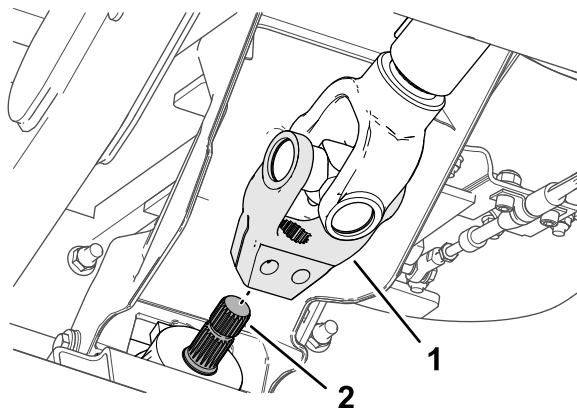

Figure 16
5. Alignez les cannelures de la chape de l'arbre d'entraînement et celles de l'arbre d'entrée de l'outil (Figure 16), puis glissez la chape sur l'arbre.